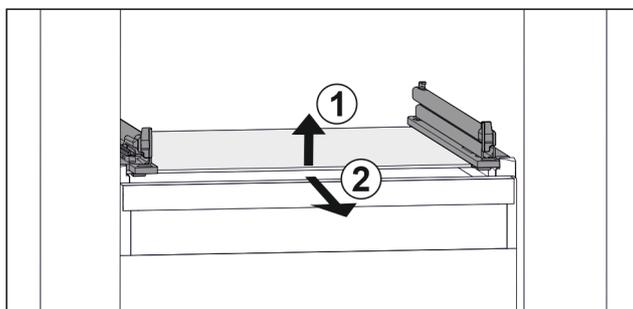

Fig. 62 Примерное отображение стеклянной пластины
- ▶ Приподнимите стеклянную пластину спереди. Fig. 62 (1)
- ▶ Извлеките стеклянную пластину движением вперед. Fig. 62 (2)